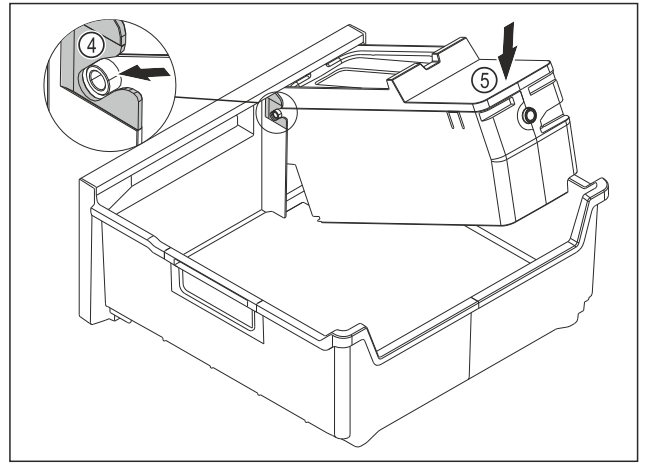

Fig. 187
- ▶ Monter le corps de l'EasyTwist-Ice : Insérer les axes du corps de l'EasyTwist-Ice dans les guides Fig. 187 (4).
- ▶ Appuyer l'arrière du corps de l'EasyTwist-Ice Fig. 187 (5) vers le bas.